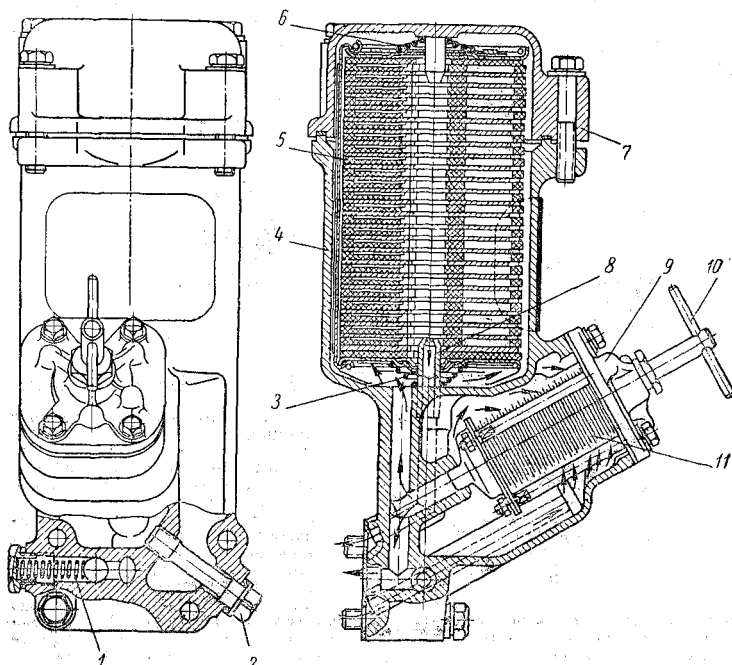

Рис. 20. Масляные фильтры:
**Масляные фильтры** (рис. 20) грубой и тонкой очистки объединены в одном агрегате и имеют общий корпус.